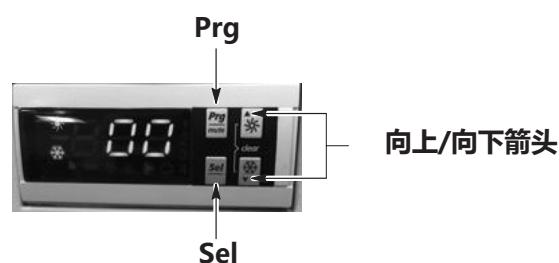

图 4-3 空调显示 00
1. 参见图 4-3。按住 **Prg** 和 **Sel** 并持续 5 秒以上，直至显示屏读数为 **00**。